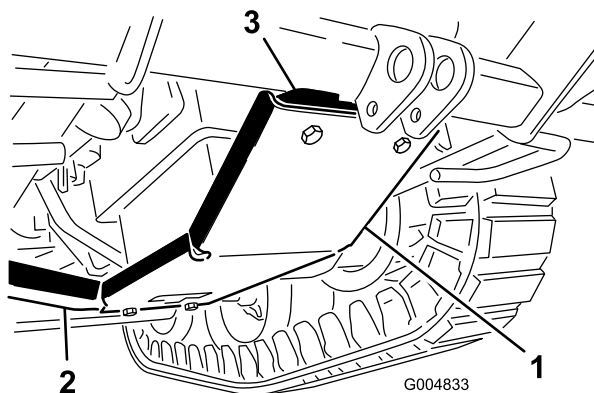

図 30
2. 以下の手順でスキッドプレート 図 30 をエンジンの下部に取り付ける
- A. スキッドプレートの前部分を取り付けプレートに固定するフランジヘッドボルト 3/8 x 1-3/4 インチ 2本とフランジナット 3/8 インチ を使用する 図 30。
- B. スキッドプレートの前部分を取り付けプレートに固定するフランジヘッドボルト 3/8 x 1-3/4 インチ 2本とフランジナット 3/8 インチ を使用する 図 30。後ボルトは上から入れること。